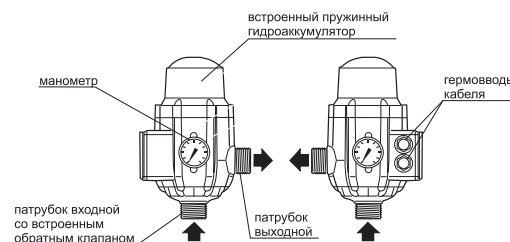

Рис. 1
5.1. Блок контроля насоса состоит из следующих основных элементов (рис. 1):
- 6.2. Установить BKN в водопроводную систему вертикально так, как показано на рис. 1.